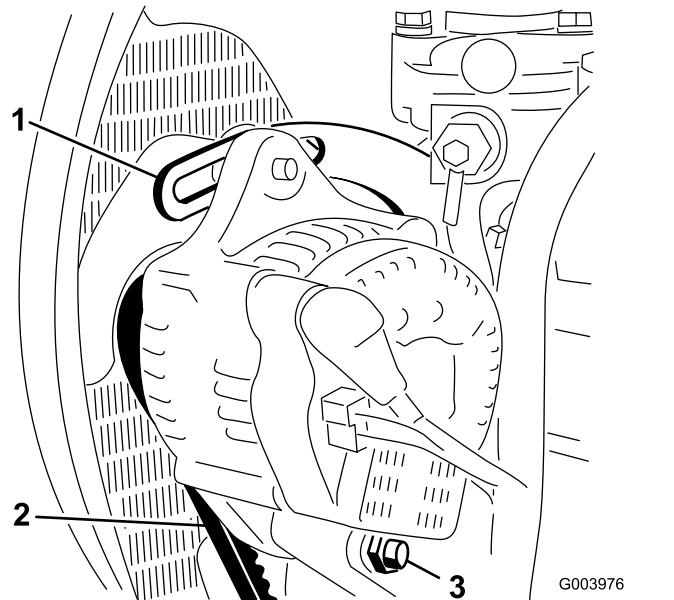

図 56
2. オルタネータ側プーリとクランクシャフト側プーリ間の中央部でオルタネータベルト(図 56)を指で10kg程度の力で押してベルトの張りを点検する。
4. ブレースをエンジンに固定しているボルト図 56 と、オルタネータをブレースとピボットボルトに固定しているボルトをゆるめる。